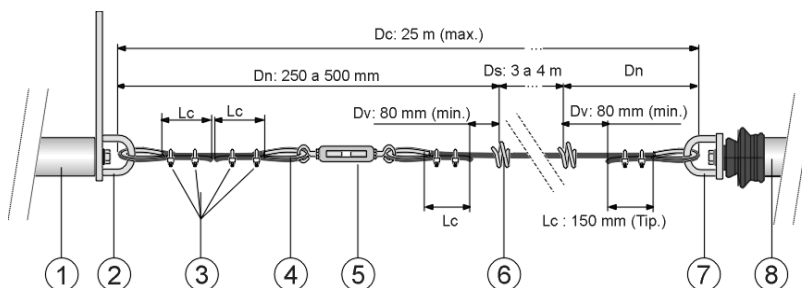

Fig. 1 – diagrama de montagem da chave com os acessórios
As chaves de emergência e de detecção de cabo frouxo possuem um ou dois mecanismos (chamados de “acionamentos”) com alças onde o cabo de aço deve ser fixado. Há 2 tipos de alças, de acordo com o mecanismo ao qual está ligado (ver fig. 1): alça de emergência (com uma bandeira bem longa e destacada), e a alça de sinalização de cabo frouxo (curta, com uma sanfona de neoprene). As chaves podem possuir uma ou duas alças de emergência; uma ou duas alças de detecção de cabo frouxo ou ainda ter uma alça de emergência e outra alça para detecção de cabo frouxo. Ver as opções no item 1 deste manual.